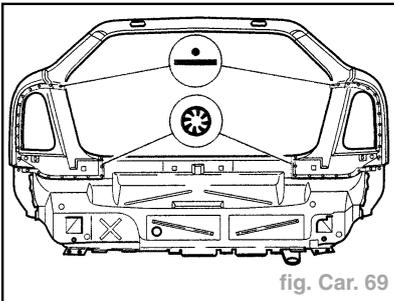

fig. Car. 69
- Souder les supports des feux AR, cordon de soudure par points (fig. Car. 69).